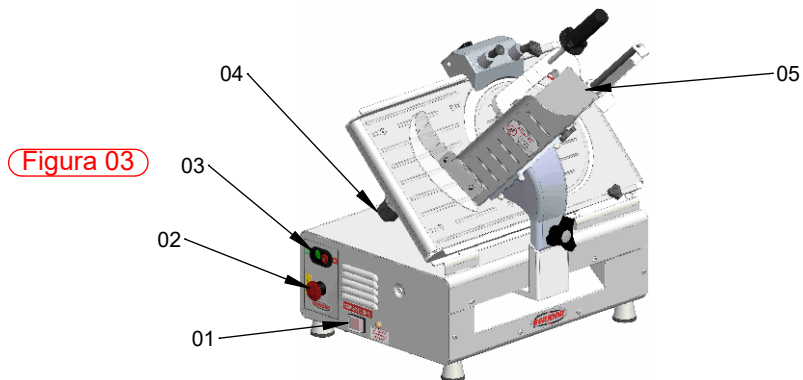

Figura 03
2.2.2 Coloque o produto a ser fatiado no Carrinho (Item 05, figura 03).
2.2.3 Regule a espessura da fatia através do Regulador de espessura (Item 04, figura 03) "lembrando que a espessura máxima é de 2mm", deixe o Botão Liga/Desliga do carrinho (Item 01, figura 03) na posição ligado, depois acione o Botão Liga/Desliga da lâmina (Item 03, figura 03).
2.2.4 Caso seja necessário utilizar o Botão de Emergência (Item 02, figura 03), para retomar o uso da máquina é necessário soltar o Botão de Emergência (Item 02, figura 03) girando-o no sentido indicado no botão. Após esse procedimento, acione o Botão Liga/Desliga da Lâmina (Item 03, figura 03).